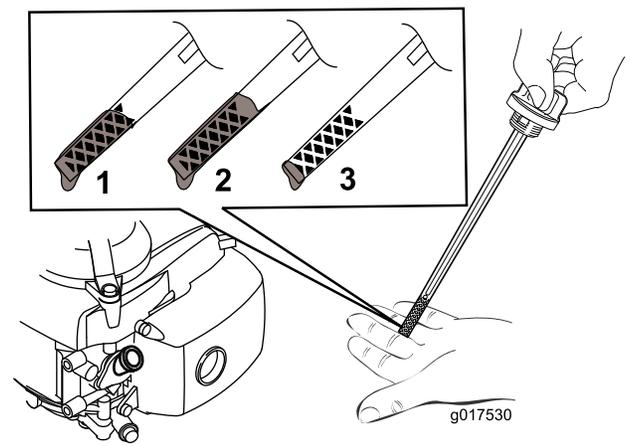

Figura 5
2. Retire a vareta rodando-a no sentido contrário ao dos ponteiros do relógio e puxando-a para fora (Figura 5).
7. Leia o nível de óleo na vareta (Figura 5).